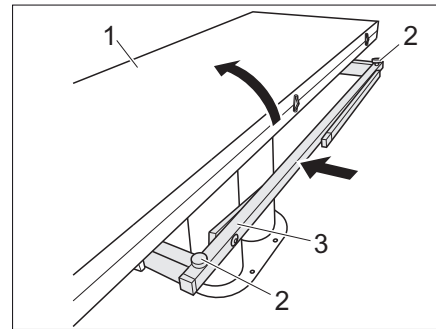

Bild 107 Förminska bord
- Fäll in bordshalva (Bild 107,1).
- Skruva i två justerskruvar (Bild 107,2).
- Skjut in bordsstödet (Bild 107,3).